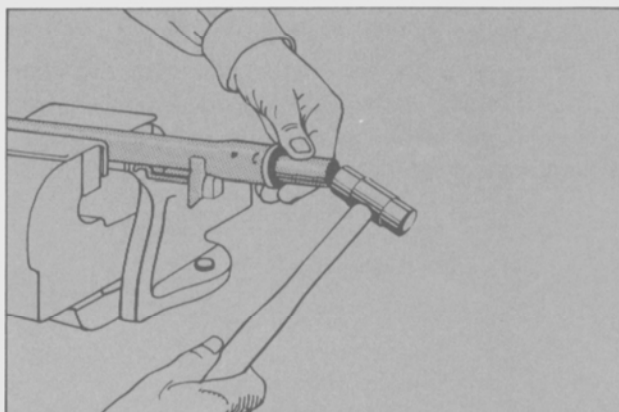

Fig. 9 - Instalación del buje guía de la cremallera.
- Si se ha extraído el buje de guía de la cremallera, instalar uno nuevo en el extremo de la carcaza. Para ello se utiliza la herramienta especial T74G-3723-BAS (Fig. 9).